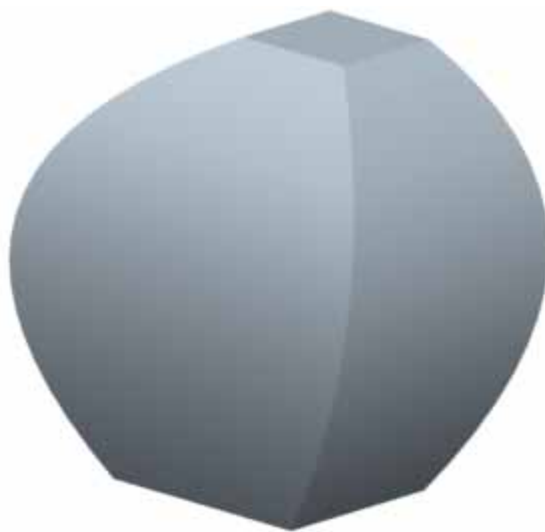

图 5-7
- (1) 单击草绘命令工具栏中的  按钮，完成混合截面的绘制。
- (2) 在弹出的『深度』菜单中选择【盲孔】 【完成】选项。
- (3) 在信息区显示的文本栏中（也称消息输入窗口）依次输入第 2 个截面与第 1 个截面的距离“100.↓”，第 3 个截面与第 2 个截面间的距离“80.↓”。
- (4) 单击模型对话框中的【确定】按钮，完成模型的建立，如图 5-7 所示。